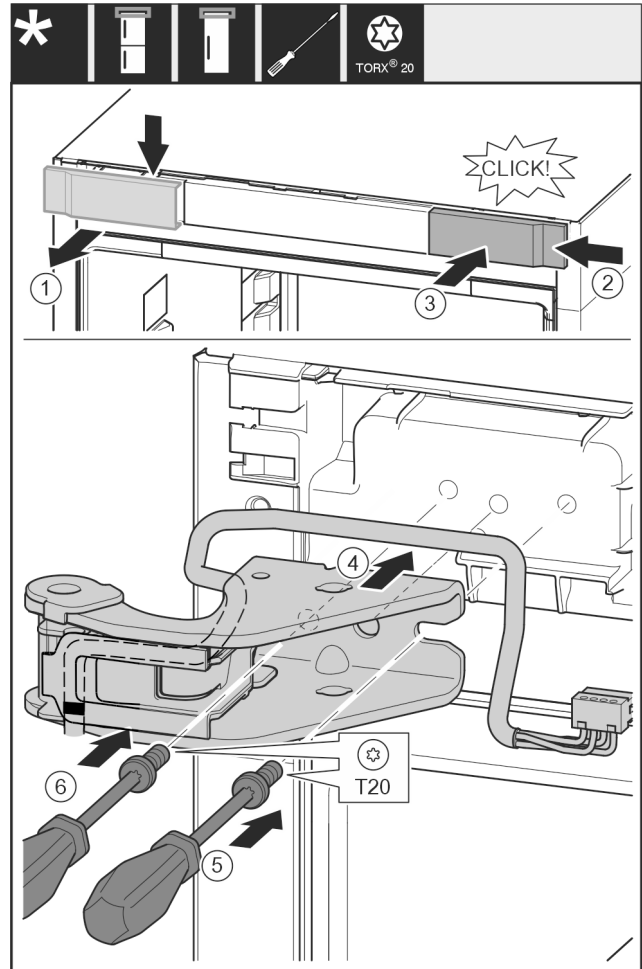

Fig. 30
- Retirer le cache Fig. 30 (1) depuis le haut vers l'avant.
- Accrocher le cache Fig. 30 (2) tourné de 180° de l'autre côté depuis le côté droit.
- Enclencher le cache Fig. 30 (3).
- Poser le support de palier supérieur Fig. 30 (4).
- Poser la vis Fig. 30 (5) avec un tournevis et la serrer.
- Poser la vis Fig. 30 (6) avec un tournevis et la serrer.